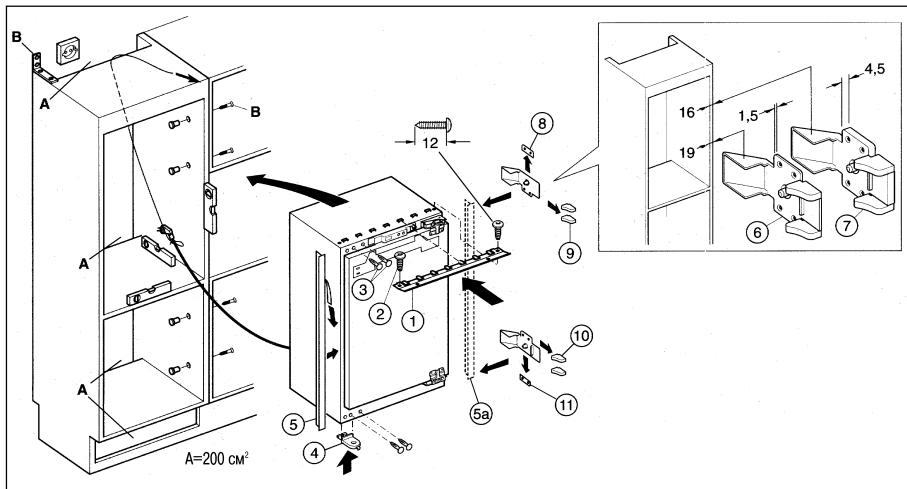

Рис. 3
- Перед установкой прибора убедитесь, что в основании высокого шкафа имеется вентиляционное отверстие с поперечным сечением площадью 200 см², и что сзади высокого шкафа обеспечен вентиляционный ствол (**рис. 3/А**), особенно, если новый прибор устанавливается вместо старого, который имел переднюю вентиляцию, или если высокий шкаф доходит до потолка. Если высокий шкаф не дает возможность обеспечить правильную вентиляцию, измените его конструкцию соответствующим образом.
- Осторожно выровняйте высокий шкаф и переднюю панель по уровню. Проверьте, нет ли искривления высокого шкафа, приложив к нему переднюю панель. Не вставляйте прибор перед этой процедурой. Передняя панель должна прилегать по всем углам к высокому шкафу. Прикрепите высокий шкаф винтами к соседнему шкафу или к стене (**рис. 3/В**).
- Вставьте верхнюю стопорную планку (**рис. 3/1**) в металлические скобы на корпусе прибора и закрепите винтами (**рис. 3/2**). Установите на корпус прибора входящие в комплект поставки заглушки (**рис. 3/3**) и элемент крепления к нише (**рис. 3/4**). Приклейте длинную профильную планку (**рис. 3/5**) к корпусу прибора со стороны открытия двери.
- Если боковые стенки ниши имеют толщину 19 мм, установите на петли прокладки толщиной 1,5 мм (**рис 3/6**). Если боковые стенки ниши имеют толщину 16 мм, установите на петли прокладки толщиной 4,5 мм (**рис. 3/7**). Отломайте выламываемые части (**рис. 3/8 и 3/9**) на прокладках для верхней петли. Отломайте выламываемые части (**рис. 3/10 и 3/11**) на прокладках для нижней петли.